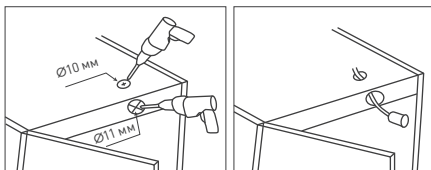

Рисунок 2. Установка датчика SR-PRIME DOOR/HAND
- Датчик DOOR должен быть смонтирован т. о., чтобы дверь в закрытом положении находилась на расстоянии до 10 см от лицевой стороны датчика (рис. 2). Свет будет включаться при открывании двери и выключаться при ее закрывании. Для лучшего отражения ИК-сигнала от черных поверхностей наклейте на дверь небольшой отражающий элемент.